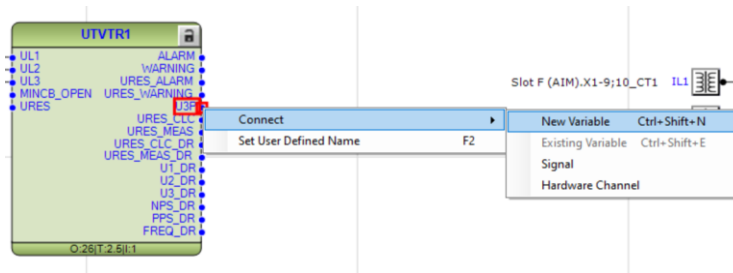

Imagen 58_Conexión de una nueva variable en la salida U3P del bloque UTVTR1
2.1.16 Para las salidas seleccionaremos “U3P” con clic derecho, posteriormente seleccionamos “Connect - New Variable”, como se visualiza en la **Imagen 58**.